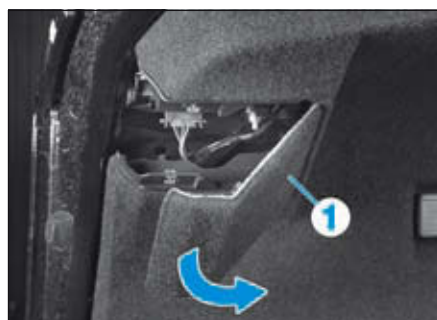

FIG. 76
- Dégrafer la trappe (1) de la garniture du couvercle de malle (Fig.76).